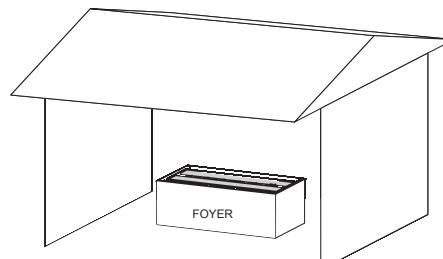

**Figure 6**
- Avec des parois sur tous les côtés, mais aucune couverture sur le dessus. **Voir Figure 6.**
**AVIS :** Pour l'installation avec un mur arrière et un mur latéral, consulter les **Figures 6 et 9**.